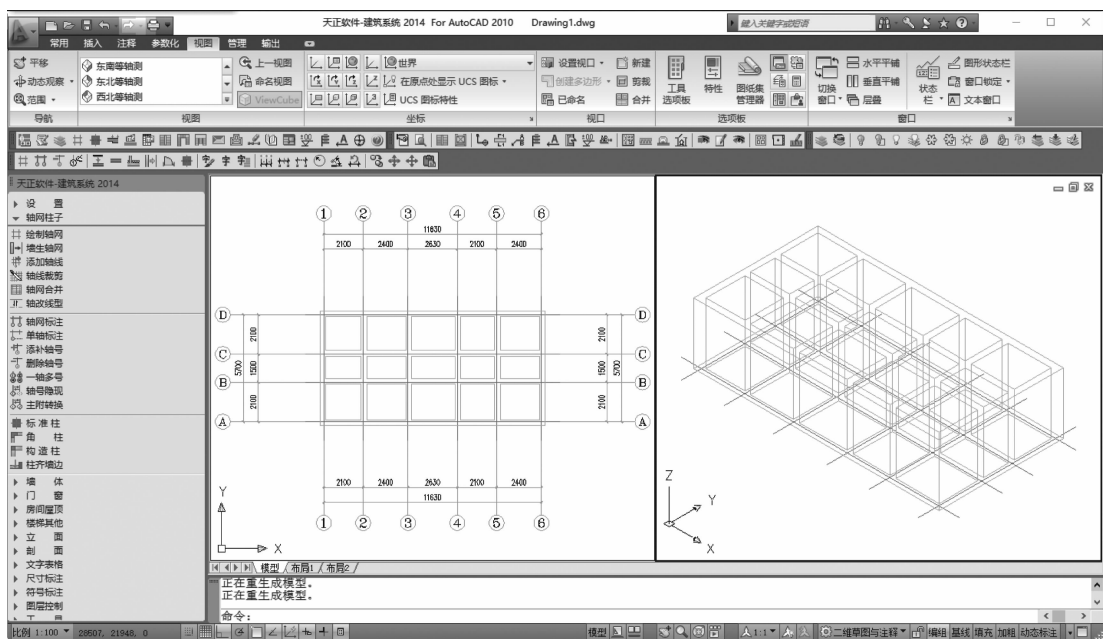

图 3-27 “两个:垂直”视口的显示效果
(3) 随即可发现工作空间的视口发生了变化,如图 3-27 所示。